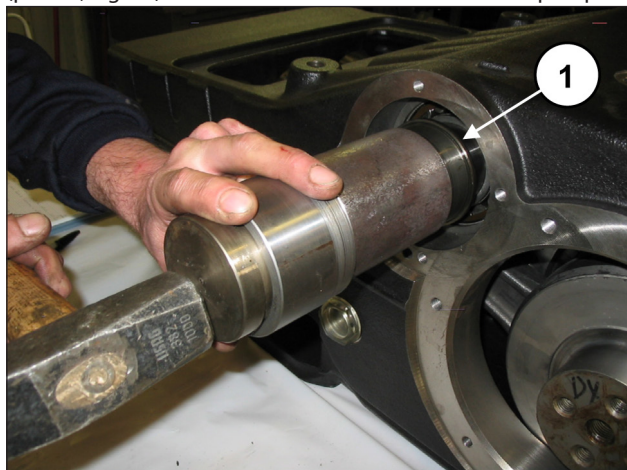
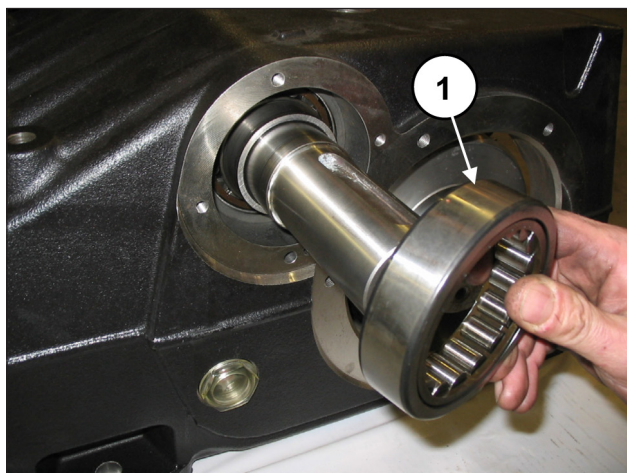

Fig. 61
Fig. 62
Inserire l'anello interno (pos. ①, Fig. 61) e l'anello esterno (pos. ①, Fig. 62) di un cuscinetto da un solo lato della pompa.
Inserire l'anello interno (pos. ①, Fig. 61) e l'anello esterno (pos. ①, Fig. 62) dell'ultimo cuscinetto.